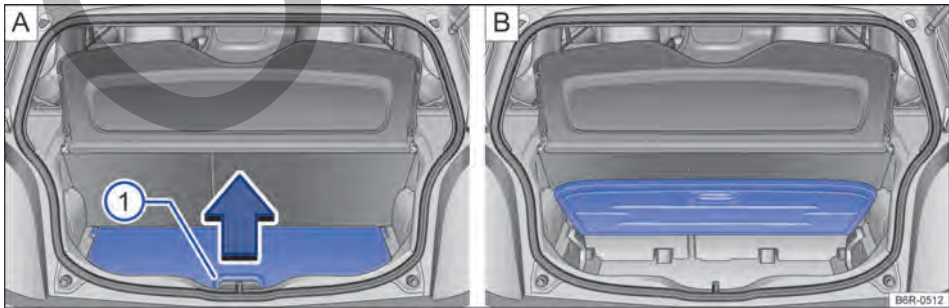

Fig. 92 A: piso variable del maletero rebatido hacia arriba. B: piso variable del maletero abierto.
Para *abrir*, levantar la empuñadura → fig. 92 ① en el sentido de la flecha y rebatir el piso del maletero completamente hacia arriba → fig. 92 B.